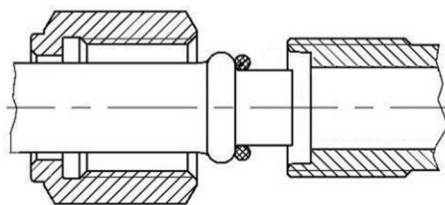

Рисунок 1.1
– При монтаже резьбовых соединений типа «O-Ring» (Рис. 1.1) на торцы соединяемых деталей и резиновое кольцо необходимо наносить две-три капли масла SP-20. На резьбу масло наносить не следует.